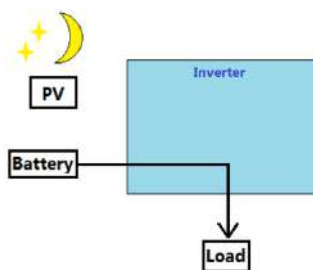

Figure1-11
3. Lorsque le PV est insuffisant, les batteries fournissent de l'énergie à la charge (Figure 1-11).